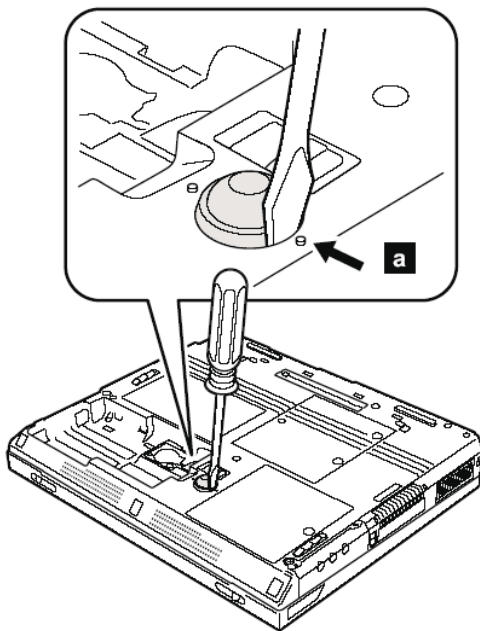

图 6-11 拆卸防震气垫（一）
1) 防震气垫一般不用拆卸。在拆卸的时候，用“一”字小螺丝刀从带有圆点的缝隙处轻轻地插入，注意不要损坏塑料气垫，如图 6-11 所示。